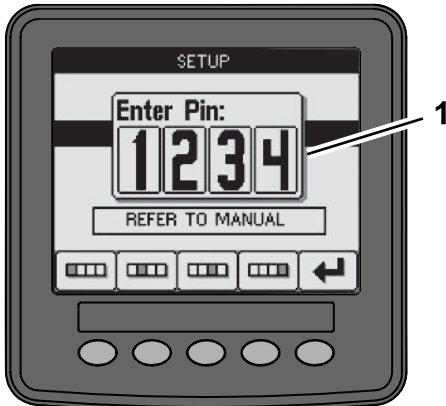

Figura 15
1. No modo de configuração, pressione qualquer botão para aceder à barra do menu de pop-up na parte inferior do ecrã (Figura 15).
3. Introduza o número PIN (Figura 15) e selecione o ícone INTRODUIZIR
3. Introduza o número PIN (Figura 15) e selecione o ícone REGRESSAR.